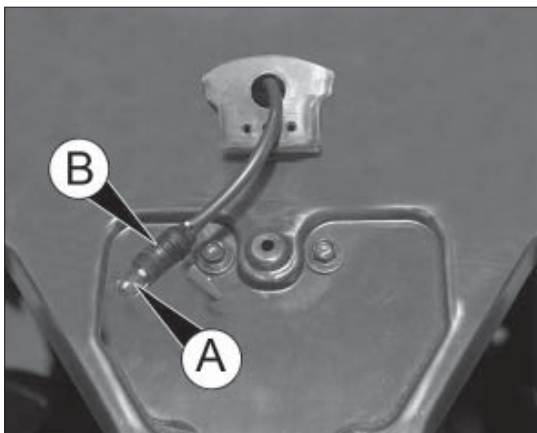

fig. 7
- desconecte la lámpara A fig. 7 el portalámpara B.
- sustituya la lámpara estropeada y vuelva a conectar la nueva lámpara al portalámpara B fig. 7, asegurándose de que esté bien acoplada;